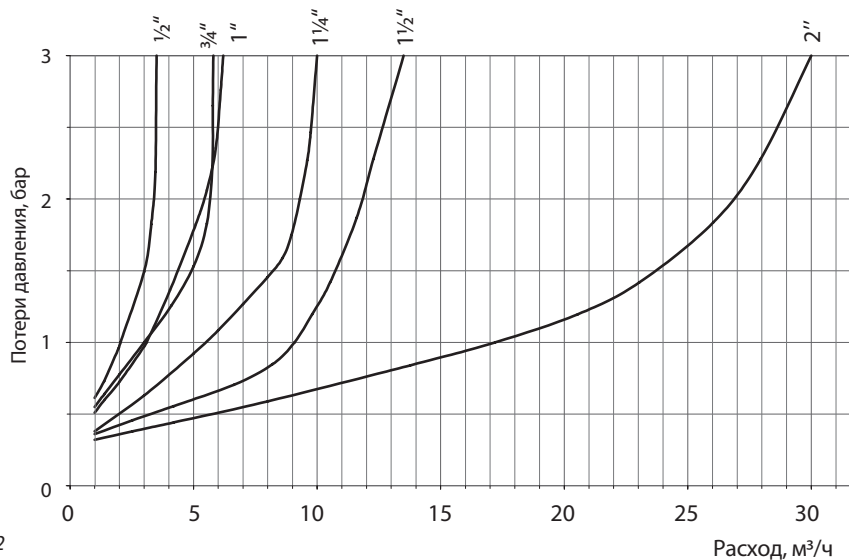

Рис. 2
- 2) выбрать условный проход клапана редукционного 7BIS (рис. 2).
Падение давления в каждом случае зависит от условного прохода клапана и расхода среды через клапан и может быть определено по диаграмме на рис. 2;
1. Проверка применимости по давлению до и требуемому давлению после клапана (рис. 2).
Требуемый расход среды через клапан — 8 м³/ч. Согласно диаграмме (рис. 2) для расхода 8 м³/ч можно выбрать клапаны с условными проходами: DN 32, DN 40, DN 50.
- 2) Выбрать условный проход редукционного клапана 11BIS (рис. 2).